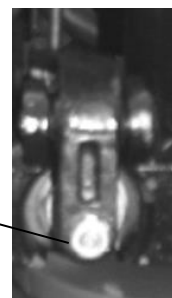

Fig. 2
Si le lève-fût ne répond pas à la position choisie, ajustez la vis de réglage (5) (voir fig. 2). Vérifiez ensuite les trois positions.